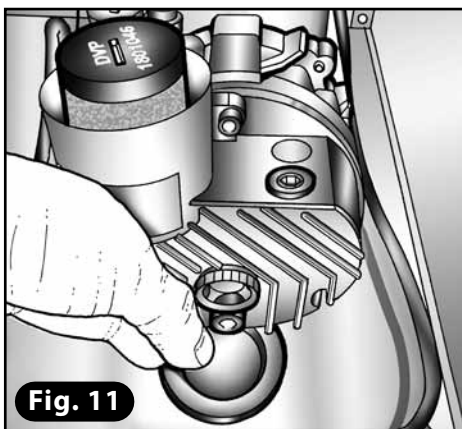
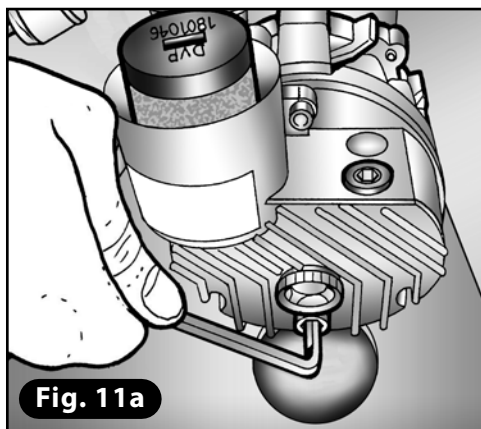
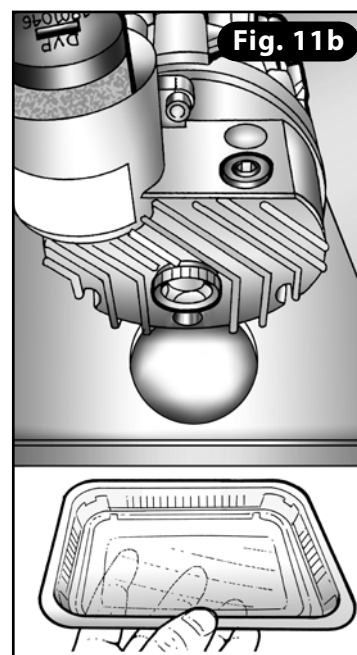

Fig. 11
Fig. 11a
Fig. 11b
- 8) Apoye un contenedor suficientemente grande (0,5 lt) en cercanías de la tapa de descarga (**Fig. 11**). Quitar el tapón de goma (**Fig. 11a**). Con la misma llave hexagonal, destornille la tapa de descarga y haga fluir el aceite en el contenedor esperando 10 minutos apróx. (**Fig. 11b**).